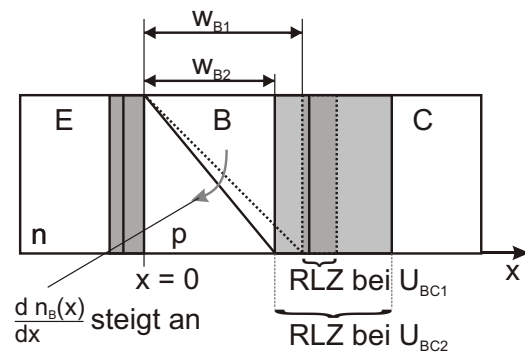

Abb. 3.2: Early-Effekt
- c) Der Early-Effekt kommt durch die Änderung von U_{BC} zu Stande, wodurch sich die Raumladungszone (RLZ) der CB-Diode ändert. Eine Verkleinerung von U_{BC} (bzw. $|U_{BC2}| > |U_{BC1}|$) führt zu einer größeren RLZ, wodurch sich die effektive Basisweite verkleinert. Siehe hierzu auch Abb. 3.2.